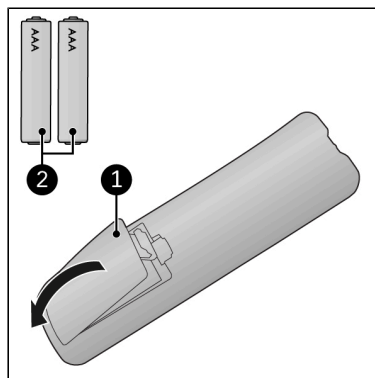

Abbildung 46.
1. Entfernen Sie die Batterieabdeckung (Abbildung 46, Pos. 1).
3. Legen Sie zwei Batterien (AAA 1,5 V) (Abbildung 46, Pos. 2) wie im Batteriefach angegeben ein. Stellen Sie sicher, dass die Batterien richtig eingelegt sind.